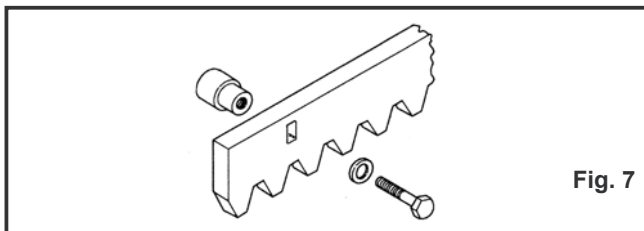

Fig. 7
3.4.1. CREMALLERA DE ACERO PARA SOLDAR (fig.7)